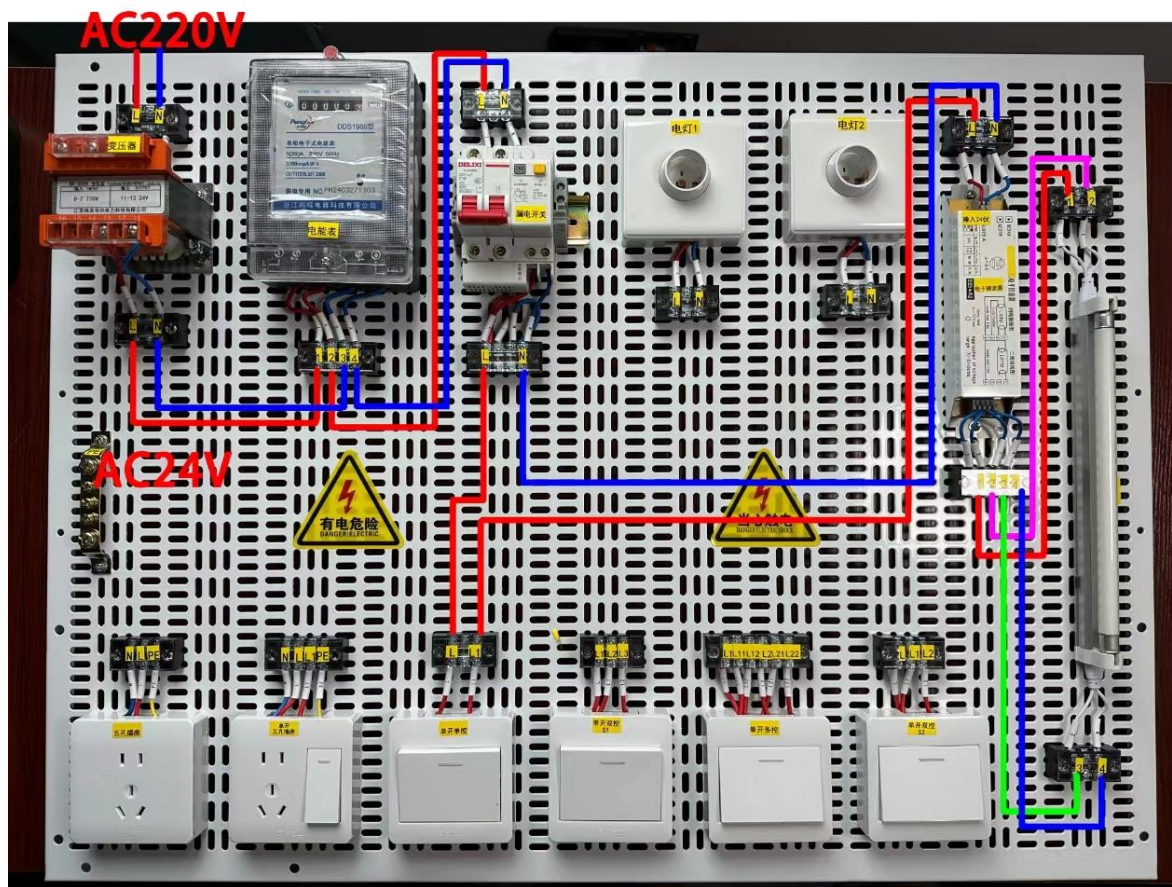

图10 成型配电盘操作装置
2) 每个工位面积为10m2，配备粉笔1盒，每工位配备1套配电盘操作装置、导线若干、移动式配电箱1个、垃圾桶1个。具体如图10所示。